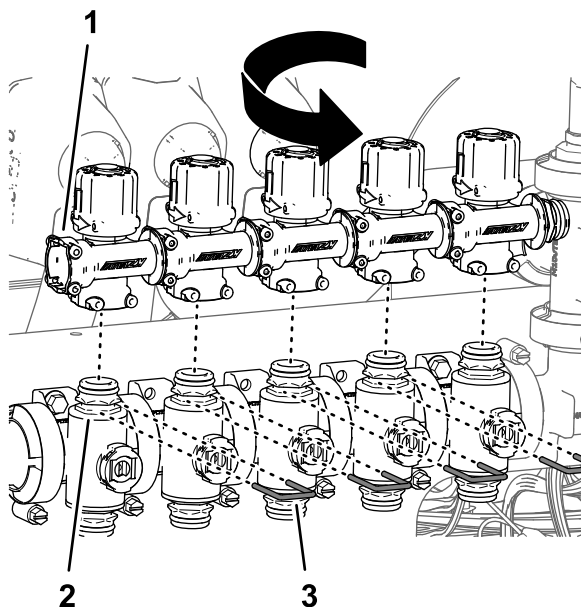

図 100
6. バイパスバルブを180°回転させてboomバルブのクイックディスコネクトフィッティングに組み付ける 図 100。
7. バイパスバルブをそれぞれのboomバルブに固定するリテーナ 図 100 ステップ 4 で外したものを使用
9. ノズルバルブ 6 番と 7 番のバイパスバルブのクイックディスコネクトフィッティングにキャップを取り付けるキャップに付属しているリテーナを使用する 図 100。